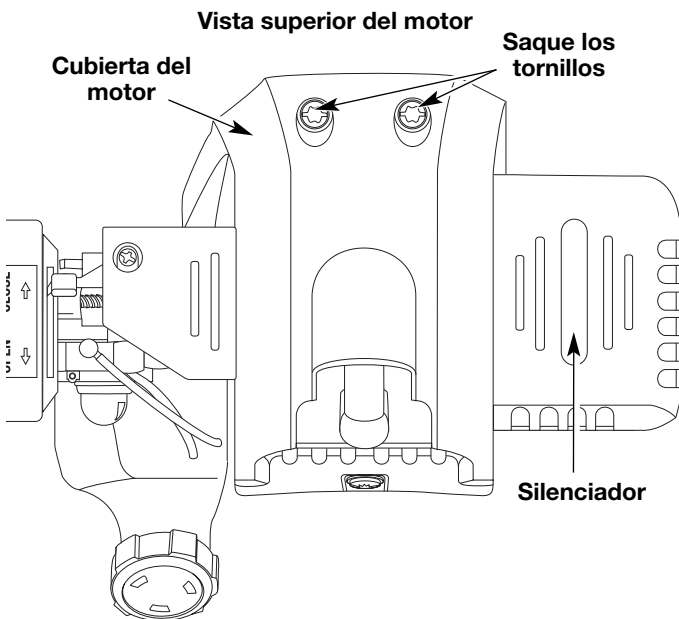

Fig. 25
2. Quite los dos (2) Tornillos de encima de la tapa del motor con un destornillador de pala o Torx #25 (Fig. 25).